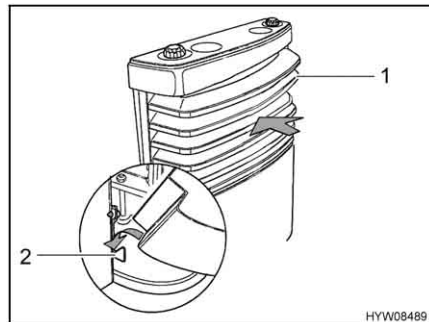

Fig. 148 Copertura del riscaldamento, supporti inferiori
- Montare la copertura del riscaldamento. A tale scopo, collocare la copertura (Fig. 148,1) sui supporti inferiori (Fig. 148,2).